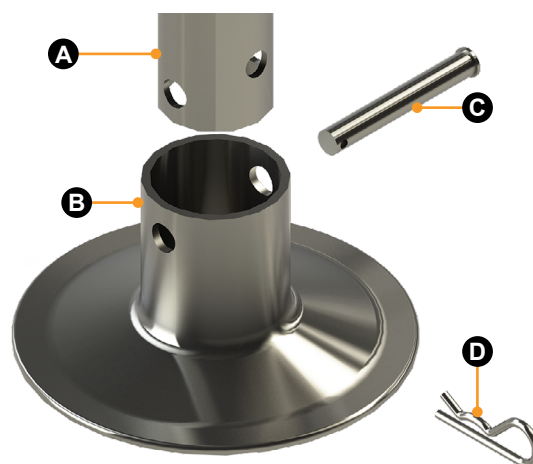

Fig. 1
7. Fixez à nouveau le coussin de pied à la jambe du cric en le faisant glisser sur le bas de la jambe du cric et en le fixant avec l'axe de chape et la goupille fendue en épingle à cheveux retirés précédemment (Fig. 1).